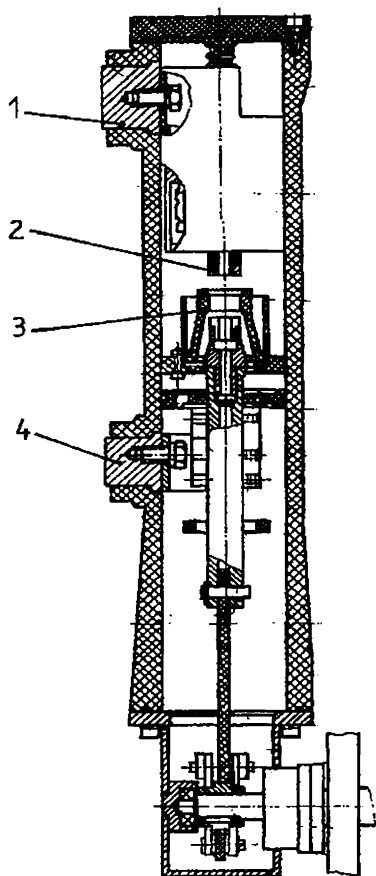

fig.6.32.Ansamblul pol
- ansamblul pol(fig 6.32) care asigură stingerea arcului în care este inclusă calea de curent - borna superioară(1),ansamblul contact superior(2), ansamblul contact mobil (3), ansamblul contact inferior și borna inferioară cu diuza (4).